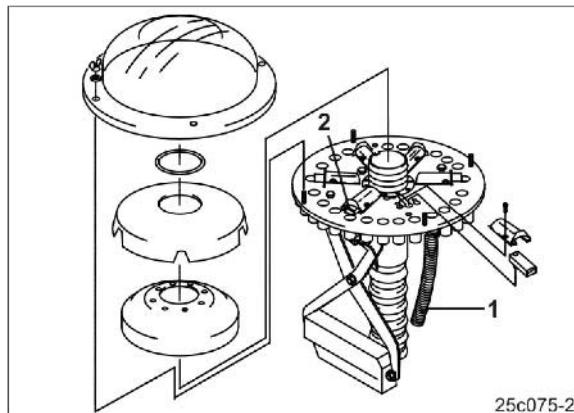

Рис. 121
- Семяпроводы (Рис. 121/1) сошников техноколеи должны быть закреплены на тех выпускных отверстиях, которые могут закрываться при помощи заслонок (Рис. 121/2).
Для создания двух колей в распределительной головке может закрываться следующее количество заслонок на одну колею (Рис. 121/2):
- Неиспользуемые заслонки (Рис. 121/2) деактивизируйте.